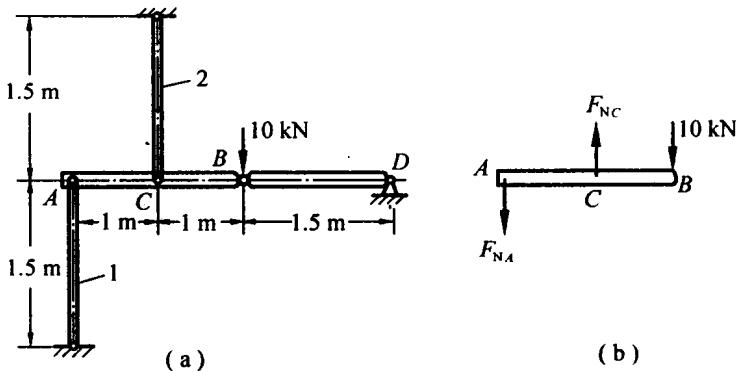

图 2-5
2.5 在图 2-5(a) 所示结构中,1,2 两杆的横截面直径分别为 10 mm 和 20 mm,试求两杆内的应力。设两根横梁皆为刚体。
解 选取 AB 杆为受力体,其受力如图 2-5(b) 所示,由平衡条件 $\sum F_y = 0, F_{NA} + 10 = F_{NC}$; $\sum M_A = 0, 10 \times 2 - F_{NC} \times 1 = 0$, 由前两式解得 $F_{NA} = 10 \text{ kN}, F_{NC} = 20 \text{ kN}$